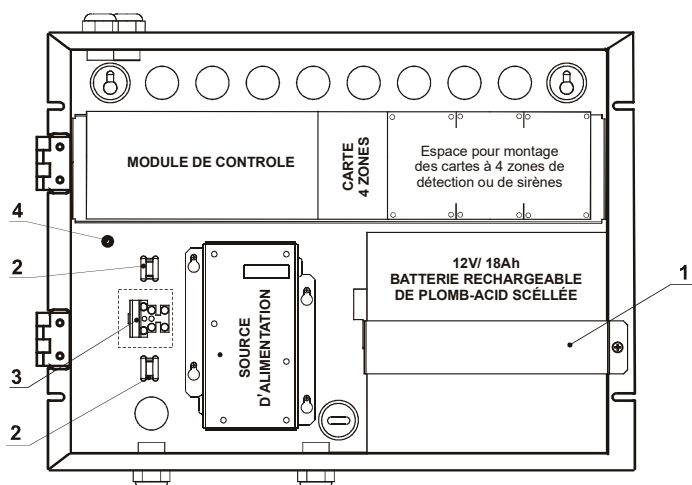

Figure 9.
- Mettez la batterie en place et fixez-la avec l'étrier (position 1 de la figure 9).